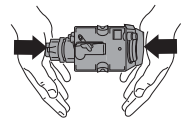

Figura 27
- Si tiene dificultades para introducir el sistema de filtrado del café, encájelo en su sitio empujando enérgicamente por arriba y por abajo al mismo tiempo (Figura 27).